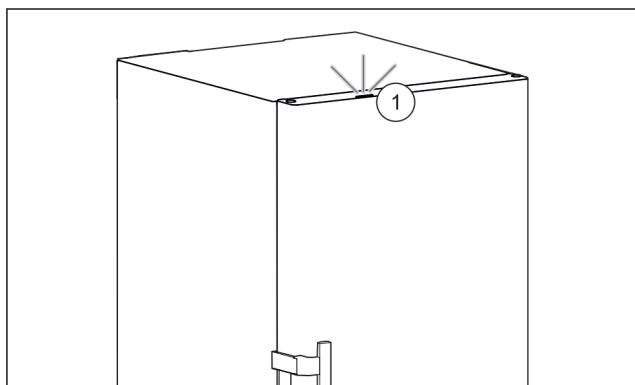

Fig. 61 Actief statuslicht bij gesloten deur
- Statuslicht Fig. 61 (1) is geactiveerd.